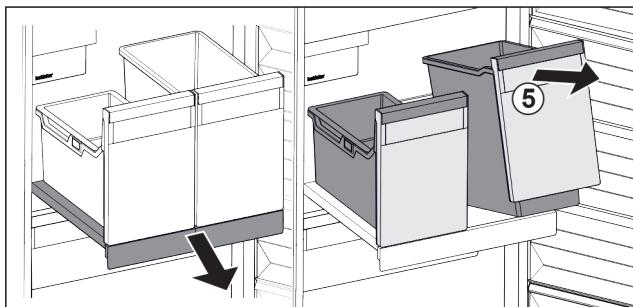

Fig. 33
- Приподнимите контейнеры Fig. 33 (5) спереди.